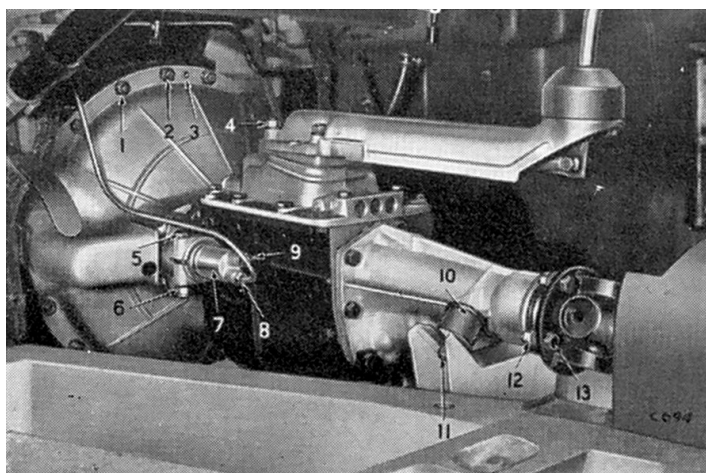

Fig. 16. Côté gauche de la boîte de vitesses
- Les supports arrière du moteur (10) Fig. 16.
- Les supports de montage arrière (10) Fig. 16.